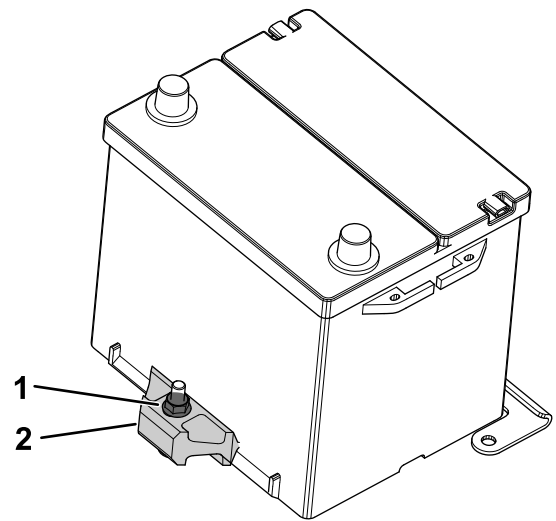

Figura 70
2. Allentate il dado di bloccaggio che fissa la cinghia della batteria e rimuovete la batteria dal supporto (Figura 70).
1. Posizionate la batteria sul relativo supporto e fissatela alla cinghia serrando il dado di bloccaggio (Figura 70).